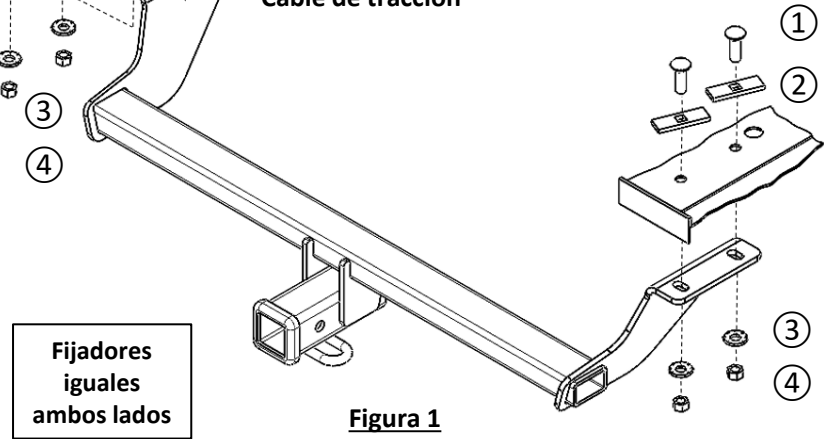

Figura 1
- Retirar el panel de debajo de la carrocería** - Con una llave de dado de 7 mm, retire los (16) tornillos y un destornillador plano para retirar los (2) pasadores de sujeción y retire el panel.
- Ampliar el orificio de acceso** - Utilizando una amoladora de troqueles con una broca giratoria, agrande el orificio de acceso lo suficiente para que quepan la cabeza del perno de carrocería y el bloque, en ambos lados. **Ver figura 1.**
- Instale los elementos de fijación** – Pase el extremo enrollado del cable de tracción a través del orificio de montaje trasero de la parte inferior del bastidor y fuera del orificio de acceso, en ambos lados. Coloque pernos de carrocería de 1/2" y bloques espaciadores de 1/4" en los cables de tracción y tire de los sujetadores hasta su posición. Deje los cables de tracción sujetos. Repita el proceso para los orificios de fijación delanteros. **Ver figura 1.**
- Instalar el enganche** – Levante el enganche hasta su posición y pase los cables de tracción a través de los orificios de montaje del enganche. Con los pernos y el enganche en posición, retire los cables de tracción e instale sin apretar las arandelas cónicas y las tuercas hexagonales en los pernos de carrocería, (4) lugares (2 por lado). Apriete los tornillos según las especificaciones indicadas a continuación.